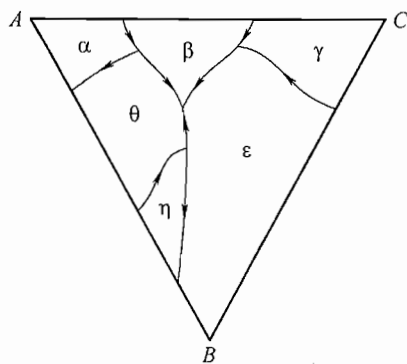

图 42-4 第四题第 3 小题第 (1) 题图
(1) 图 42-4 为某三元系相图的液相面投影图, 写出此三元系发生的四相平衡反应的名称及反应式。